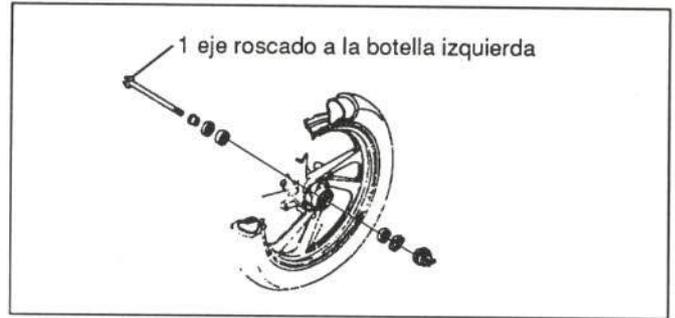

Figura 26.- Fijación de la rueda delantera
Va fijada de la forma indicada en la figura 26.
- Rueda delantera (figura 26).